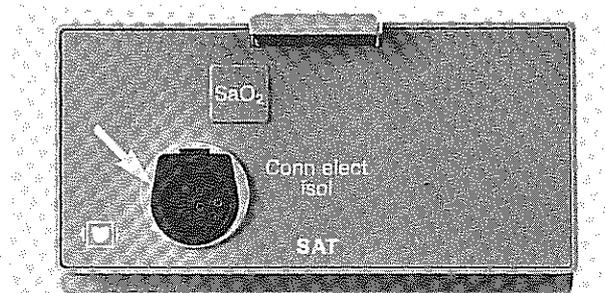

Bild 12
- * Legen Sie entsprechend Abschnitt 6.8.2 einen Sensor an und verbinden Sie diesen mit dem Modul (Bild 12).